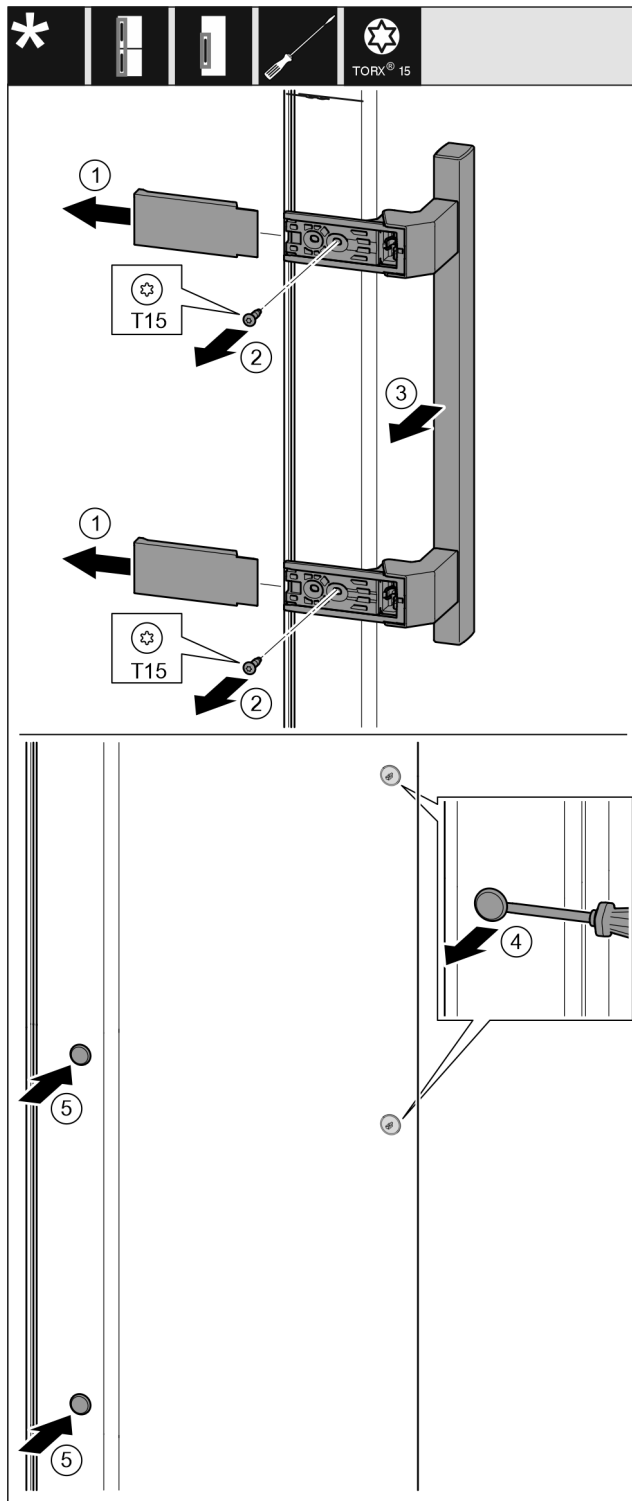

Fig. 39
- Afdekking eraf trekken. Fig. 39 (1)
- Schroeven met schroevendraaier T15 eruit draaien. Fig. 39 (2)
- Greep eraf halen. Fig. 39 (3)
- Zijdelingse stop voorzichtig met een sleufschroevendraaier optillen en eruit trekken. Fig. 39 (4)
- Stop op de andere kant weer aanbrengen. Fig. 39 (5)